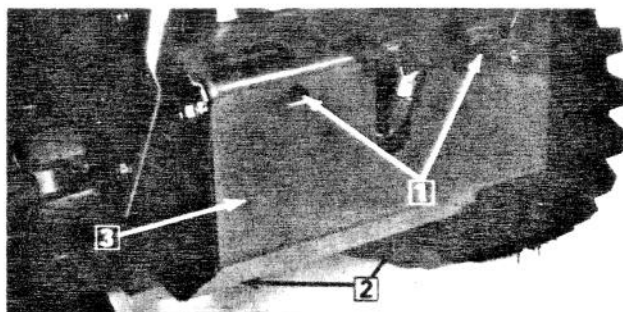

Figure 2
1. Enlevez les quatre vis autotaraudeuses retenant la tôle de protection arrière à la base du moteur et enlevez la tôle (Fig. 2).